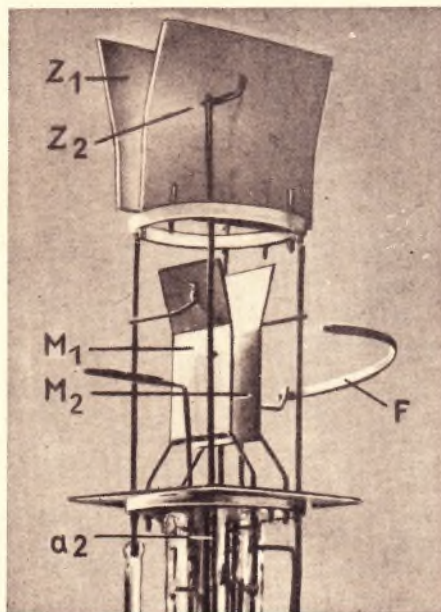

Abb. 11: Anode und Ablenkplattenpaare für doppel-elektrostatische Strahlablenkung.
Die Plattenpaare werden, wie Abb. 11 zeigt, nacheinander in der Röhre so angeordnet, daß die Strahlablenkung des einen Plattenpaares senkrecht zur Ablenkung des anderen Paares erfolgt.
Leuchtflekte liegen, wenn an beiden Plattenpaaren die gleiche Spannung steht, nicht unter 45° geneigt, wie anzunehmen wäre, sondern steiler. Dies rührt daher, daß die beiden Plattenpaare, wie ja auch in Abb. 11 und Abb. 16 ersichtlich ist, den Strahl nicht an den gleichen Punkt beeinflussen, sondern hintereinander angeordnet sind. Die Länge L in Formel (1) bzw. (2) ist also für beide Ablenkrichtungen verschieden, so daß sich auch verschiedene Ablenkempfindlichkeiten ergeben.